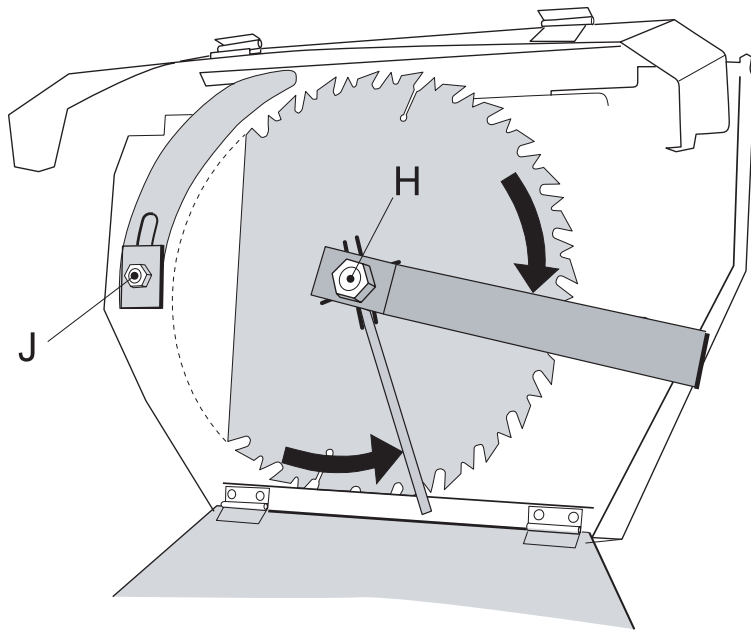

Fig. 18
- Klyvkniven skall alltid vara monterad när sågen användes. Hur man justerar klyvkniven framgår av *fig 18 och 19*.